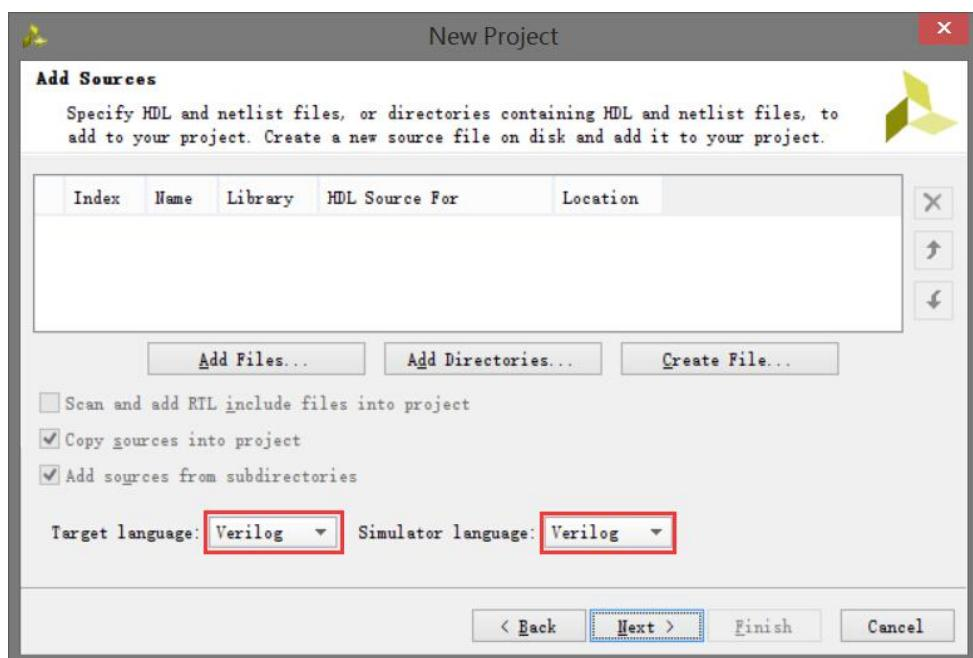

图 4-1-12 选择目标文件和仿真语言
- (4) 选择项目类型表单的 RTL Project 选项，不勾选 Do not specify sources at this time 复选框，然后单击 Next；
(5) 使用下拉按钮，选中 Verilog 作为目标文件和仿真语言；
(6) 点击添加 Add Files 按钮，浏览到刚刚我们 Robei 项目的目录下打开 Verilog 文件夹，选择 shift.v，单击 Open，然后单击 Next 去添加现有的 IP 模型；
(7) 由于我们没有任何的 IP 添加，跳过这一步，直接单击 Next 去添加约束形成；
(8) 点击添加 Add Files 按钮，浏览到刚刚建立约束模块目录下的 constrain 文件夹，选择 shift_constraint.xdc，单击 Open 进行添加，然后单击 Next；
(9) 在默认窗口中，按照图 4-1-12 所示，设置 Filer 中的选项，然后在 Parts 中选择对应的 XC7Z010CLG400-1，单击 Next；
(10) 单击 Finish，本 Vivado 项目创建成功。